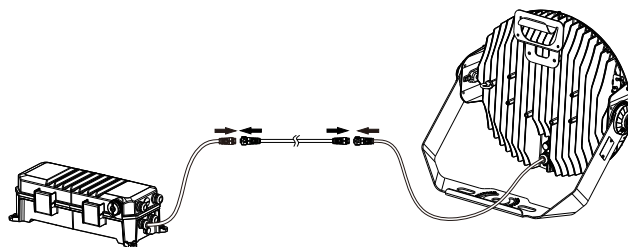

Fig. 26
- 1.6 Connectez le cordon d'extension du boîtier pilote à la tête du luminaire (Fig. 26).
- 2.4 Connectez le cordon d'extension du boîtier pilote à la tête du luminaire (Fig. 26).